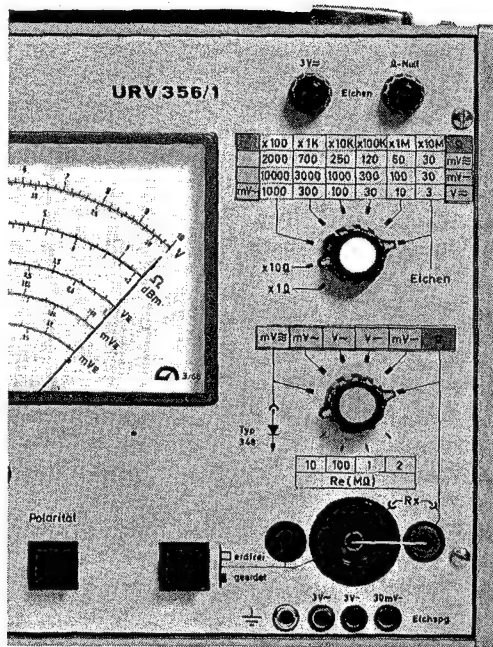

Bild 13
- b) Schalterstellung: siehe Bild 13